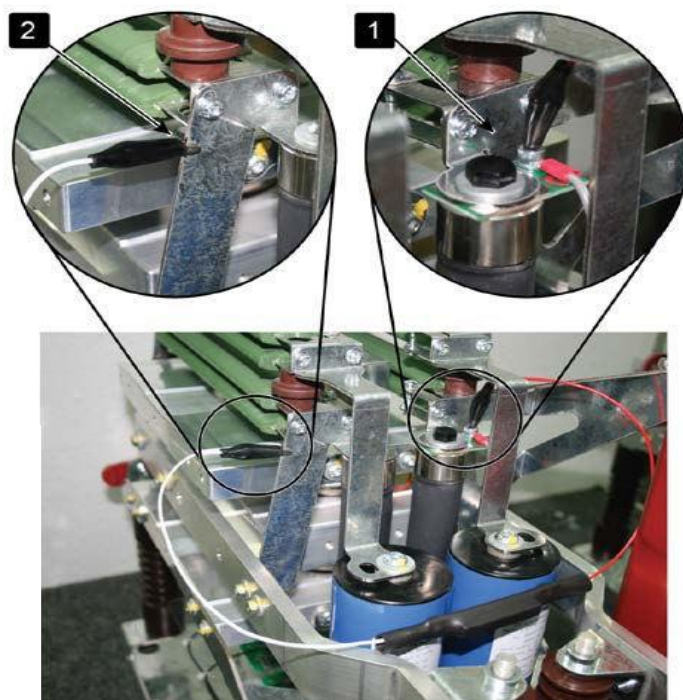

Рис. 9.2 – Подключение комплекта резисторов проверки двигателя низким напряжением для УПП с номинальным ток и напряжения 70 А - 540 А и 6 кВ
Подключение комплекта резисторов проверки двигателя низким напряжением для УПП с номинальным током и напряжением **70 А - 540 А и 6 кВ** (см. рис. 9.2):
- Зажмите один конец комплекта резисторов болтом на непроводящей плате (поз.1 на рис. 9.2). Непроводящая плата расположена сбоку от фазной сборки, сверху от длинного круглого выравнивающего резистора.
- Присоедините другой конец комплекта резисторов к стальному кронштейну позади выравнивающего резистора на другой стороне фазной сборки (поз.2 на рис. 9.2).